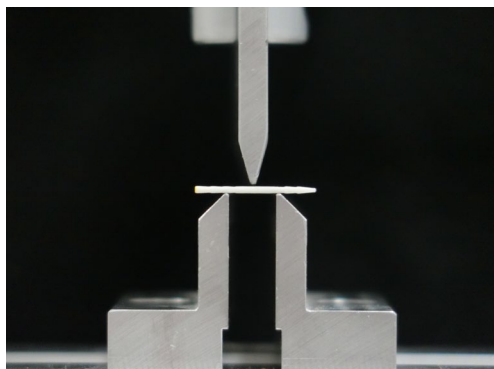
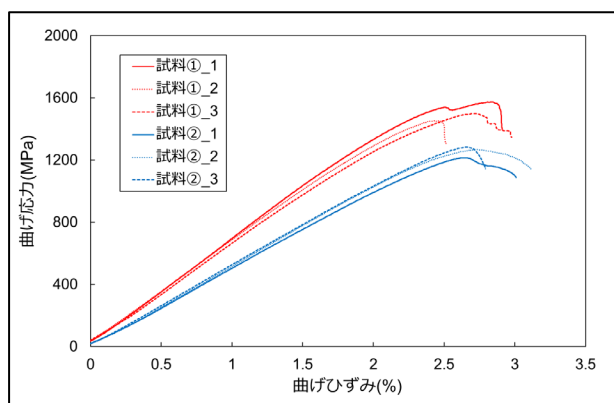

図4 試験の様子
図5 試験結果
図4に試験の様子を示します。図5に試験結果を示します。赤線が試料①の結果、青線が試料②の結果です。試料①の方が傾きが大きく、曲げ強度も高いことが分かります。表3に試験結果のまとめを示します。ファイバーポストの定義(保医発0305第13号)では曲げ強さが“700 MPa以上あること”となっており、今回試験を行った試料はいずれも十分な強度があることが分かりました。